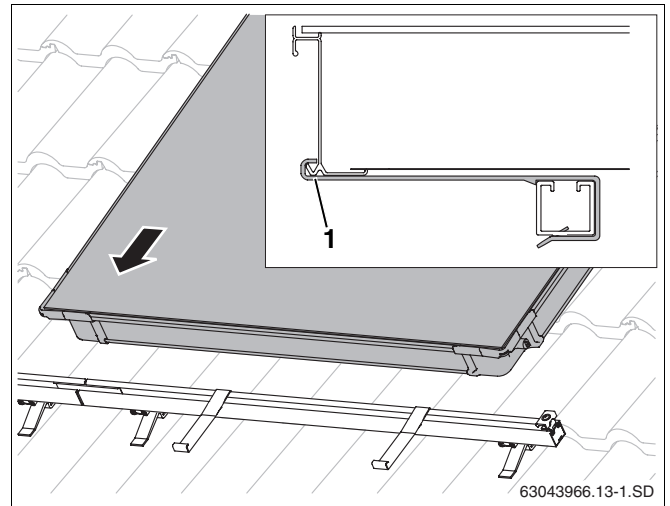

Fig. 42 Colocar o primeiro colector nos perfis
- ▶ Colocar o primeiro colector nos perfis e introduzir as protecções contra deslizamento (fig. 42).
O bordo inferior do colector deve encontrar-se na abertura da protecção contra deslizamento (fig. 42, **item 1**).